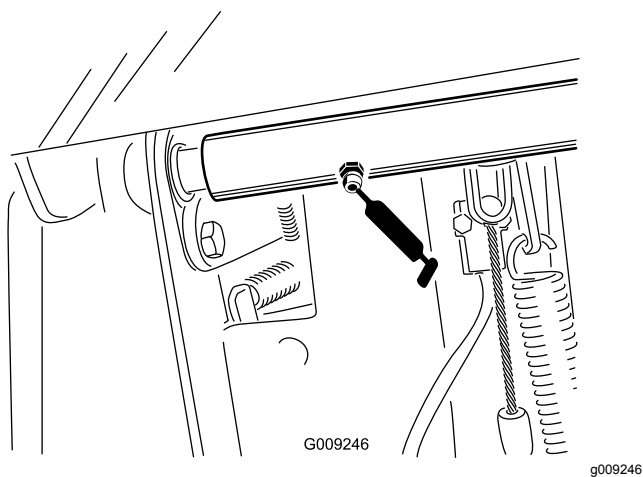

Figure 59
- 2 roulements d'axe de pivot de la pédale de frein (Figure 59)